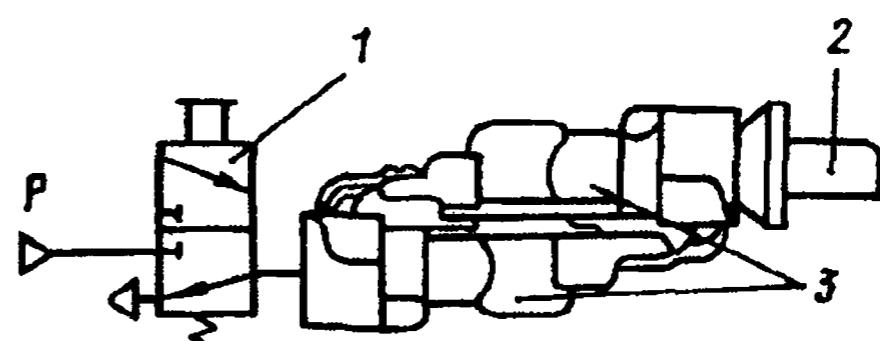

Рис. 328. Схема подключения соединительной головки:
10. Проведите испытание на работоспособность и герметичность, подключив приборы 3 (рис. 328) по изображенной схеме. Несколько раз включите и выключите кран 1. Утечка воздуха не допускается